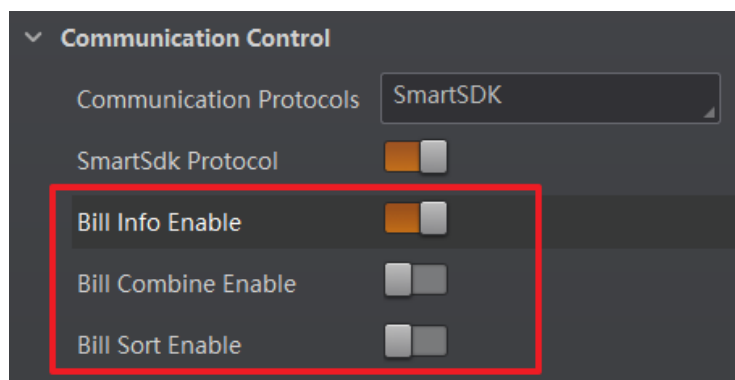

图4-18 属性树抠图设置
2. 开启抠图功能，如图 4-18 所示。开启抠图功能后，设备会对采集到的面单进行识别，并将面单的坐标、角度等数据信息发送给客户端。客户端会根据接收到的面单位置信息，对设备发送的图片进行面单抠图裁剪。完成的抠图将保存到本地，保存路径可在客户端菜单栏的“设置”>“录像/抓图”下进行设置。
4. 通过属性树 Communication Control 属性下，选择 SmartSDK 通信方式，启用 Bill Info Enable 参数，还可对如下抠图参数进行设置，如图 4-18 所示。